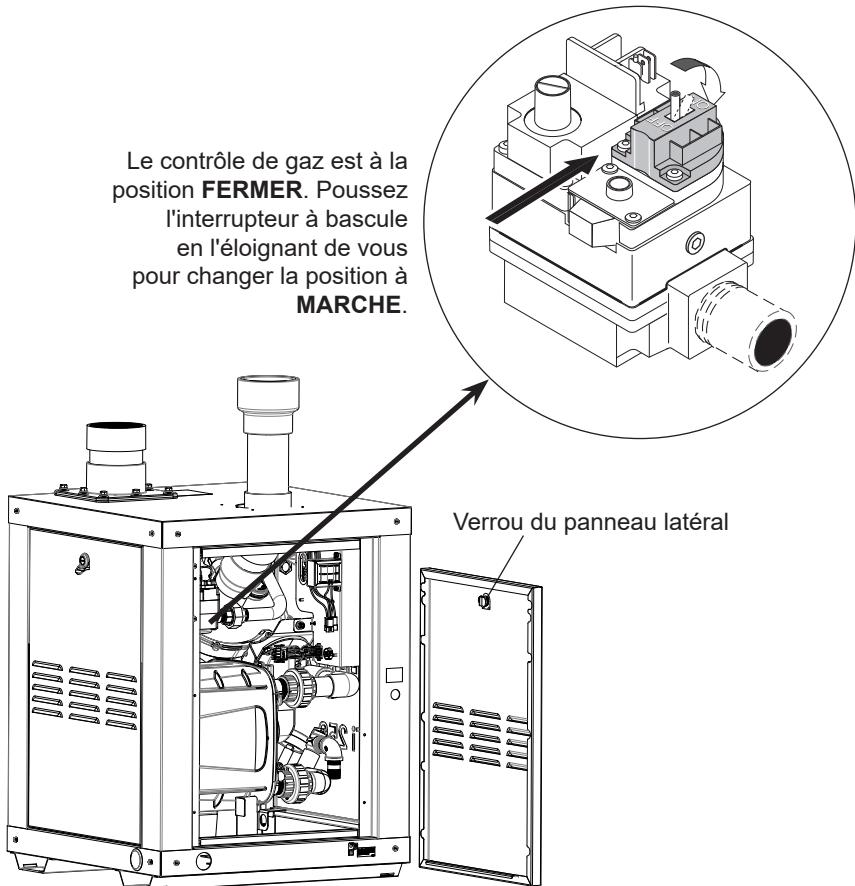

Figure 1.
- Retirez le panneau latéral du chauffe-piscine pour accéder à la soupape de régulation du gaz. Insérer le tournevis à lame plate dans le panneau, pousser et tourner pour déverrouiller le panneau. Voir la figure 1.